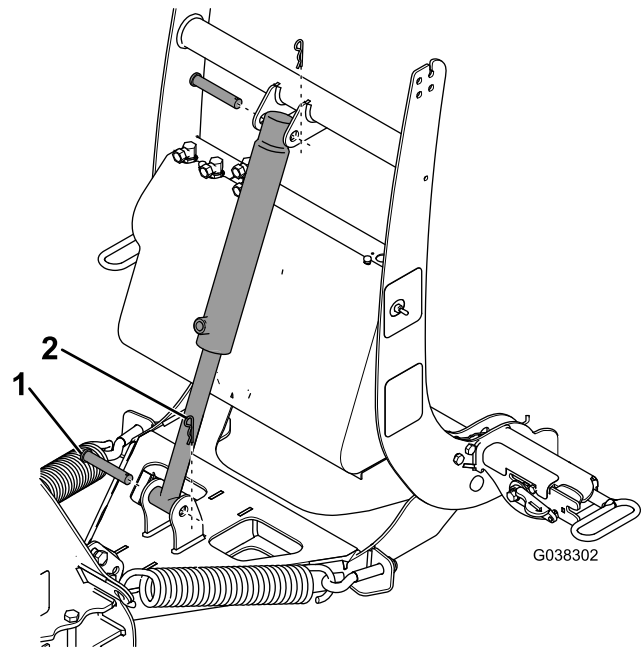

Figura 6
- Sujete el extremo del vástago del cilindro de elevación al conjunto de bastidor de empuje con un pasador de horquilla (5/8") y un pasador de clavija (Figura 6).
- Sujete el extremo libre del cilindro de elevación a la torre del acoplador con un pasador de horquilla y un pasador de clavija (Figura 6).